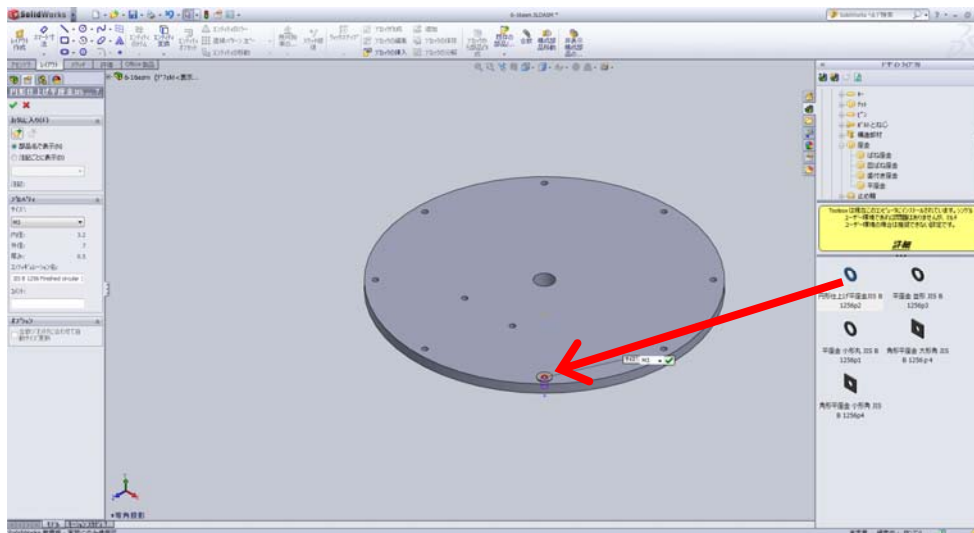

図 5.
- ③ アセンブリに挿入したい座金を選択, ドラッグし, 穴のところまで持っていくと部品の寸法合わせと同心円・面の一致条件の定義が自動的に行われる (図 5). (挿入したい座金を右クリックし「アセンブリに挿入」を選択しても挿入は可能だが別に合致を行う必要がある.) また座金のサイズは表示されるボックスあるいは画面左手にある Feature